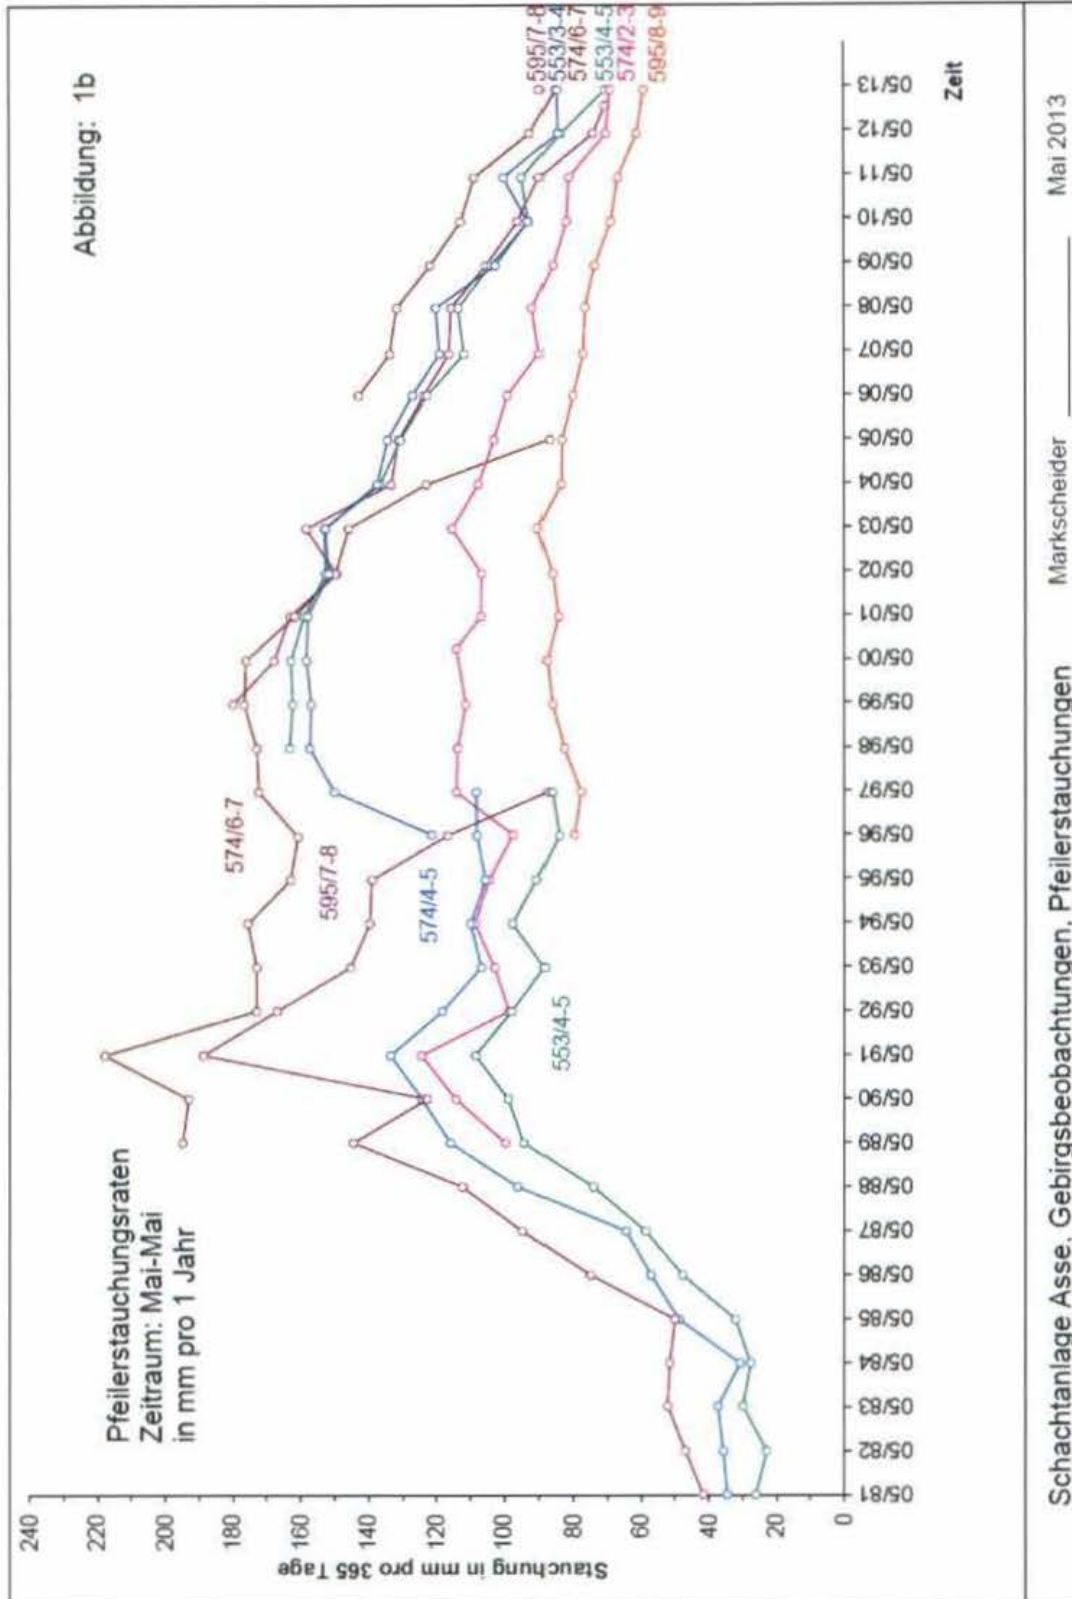

Abbildung 1b: Pfeilerstauchungsraten 553- bis 595-m-Sohle [mm/a]
- Abbildung 1b: Pfeilerstauchungsraten 553- bis 595-m-Sohle [mm/a]